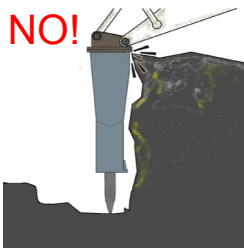

Fig.7
- Verificare che la carcassa non impedisca di seguire la punta durante il lavoro (Fig. 7).